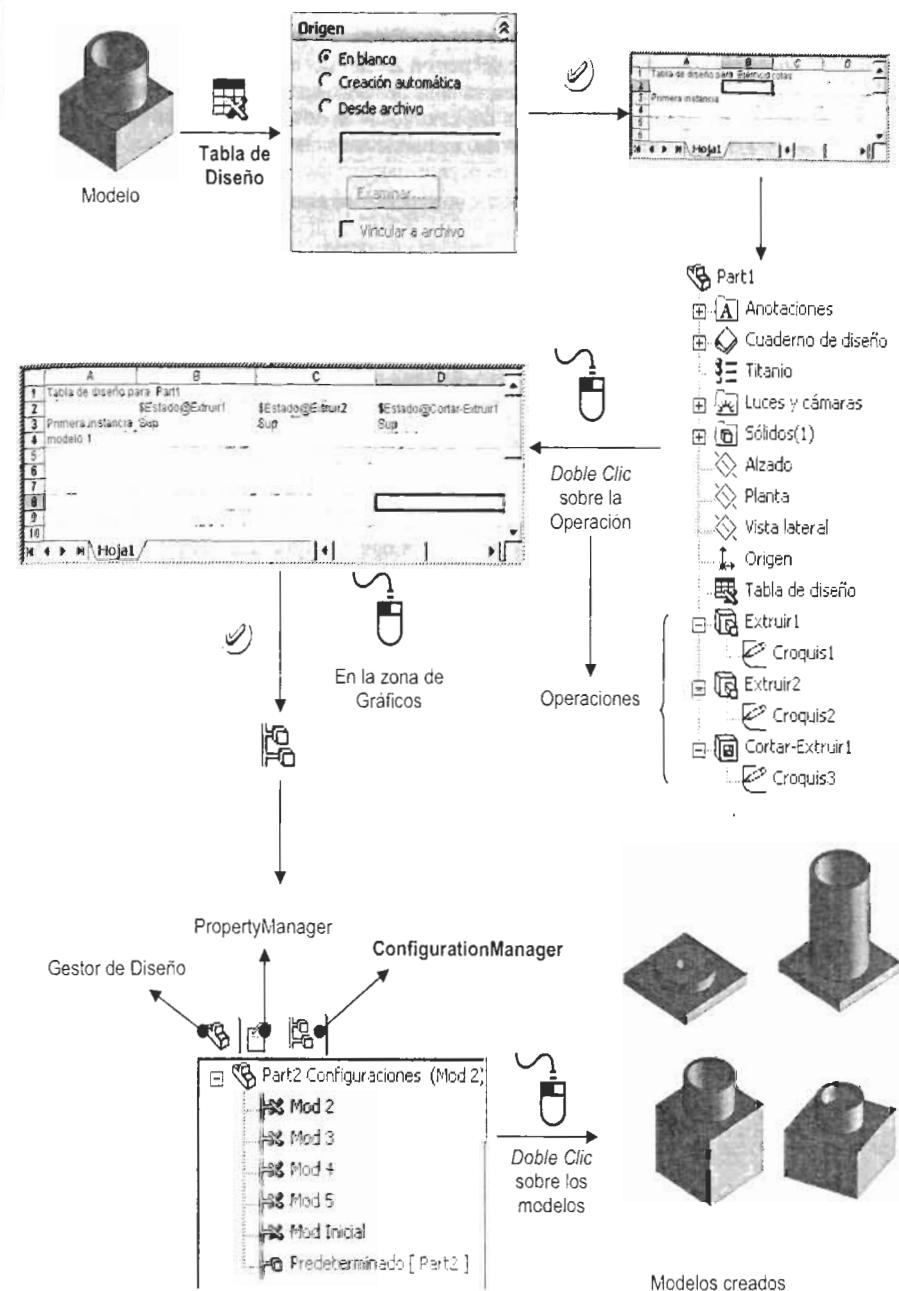

Figura 6.4. Creación de Tabla de Diseño en Blanco.
- 7- Para visualizar cada uno de los modelos debe pulsar sobre **ConfigurationManager**. Seleccione cada uno de los modelos con un **doble clic** del botón izquierdo del ratón. El modelo inicial cambia para previsualizar el modelo seleccionado. Vea la Figura 6.4.